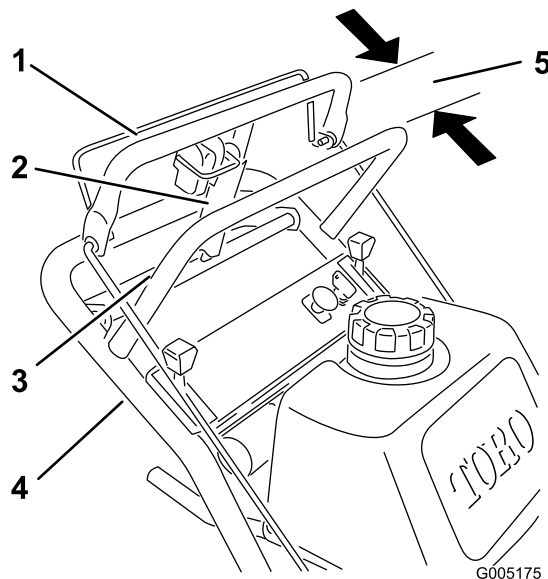

**Figure 9**
- Vérifiez que les tiges sont équidistantes sur chaque tige de commande. Les tiges de commande doivent se trouver à environ 89 mm (3,5") du début du filetage pour la position la plus basse du guidon (Figure 9).
- Enfilez les axes de chape dans les fixations et les trous de montage des pattes de la poulie de tension (en passant par l'extérieur) (Figure 9). Fixez-les en place avec les rondelles et les goupilles fendues (Figure 9).
**Remarque:** Vérifiez que la tige de frein est placée dans le trou de montage avant (F) de la patte de la poulie de tension.